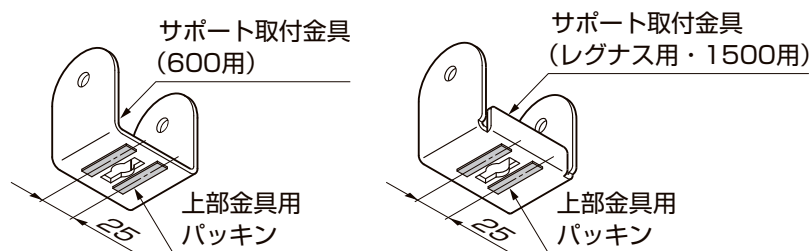

図3-1
①上部金具用パッキンをサポート取付金具に貼付けてください。(図3-1参照)
- レグナス用・1500用のサポート取付金具は折り返しがついていますが、折り返し部が前枠側、後枠側どちらでも構いません。(図3-1参照)